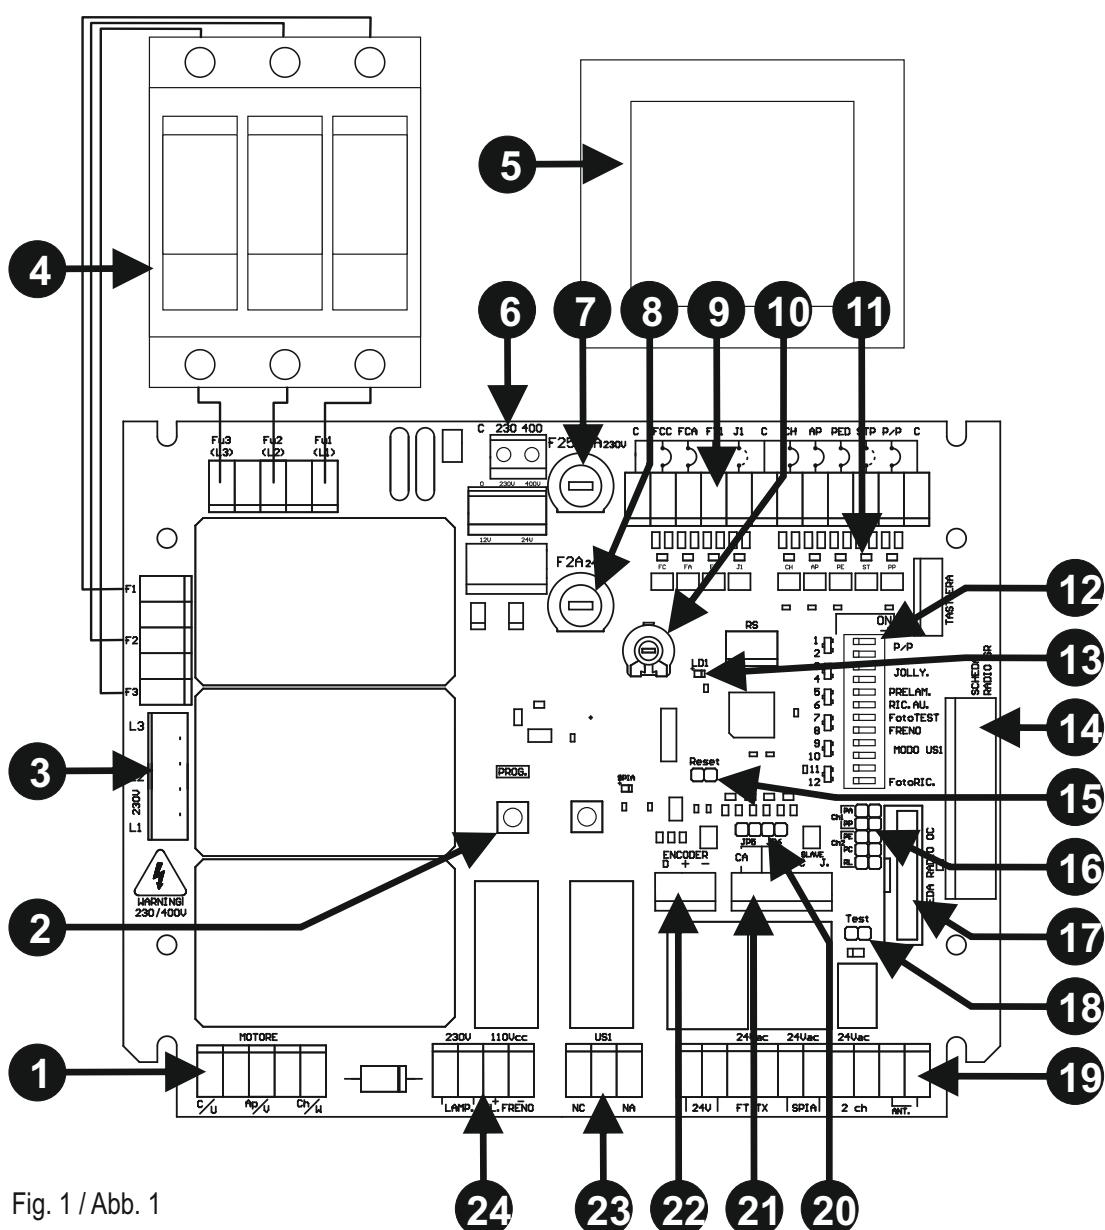

Fig. 1 / Abb. 1
- 3,4,5) Alimente la central, manteniendo pulsado el botón PROG./STOP (detalle 6 de fig. 1) durante 3 segundos como mínimo. Se encenderá el led de programación L1. La misma función puede ejecutarse manteniendo pulsado el botón PROG./STOP, cortocircuitando por un instante los contactos de reajuste (detalle 15 de fig. 1) y soltando el botón PROG./STOP cuando se encienda el led L1.
Las diferentes opciones descritas se seleccionan con el dip-switch funciones (detalle 11 de fig.1)
- 2) Efectuar un reset desconectando y conectando de nuevo la alimentación a la unidad central o cortocircuitando durante pocos segundos los pin de RESET (detalle 15 de la fig. 1). La tecla PROG./STOP tiene que mantenerse todavía pulsada.